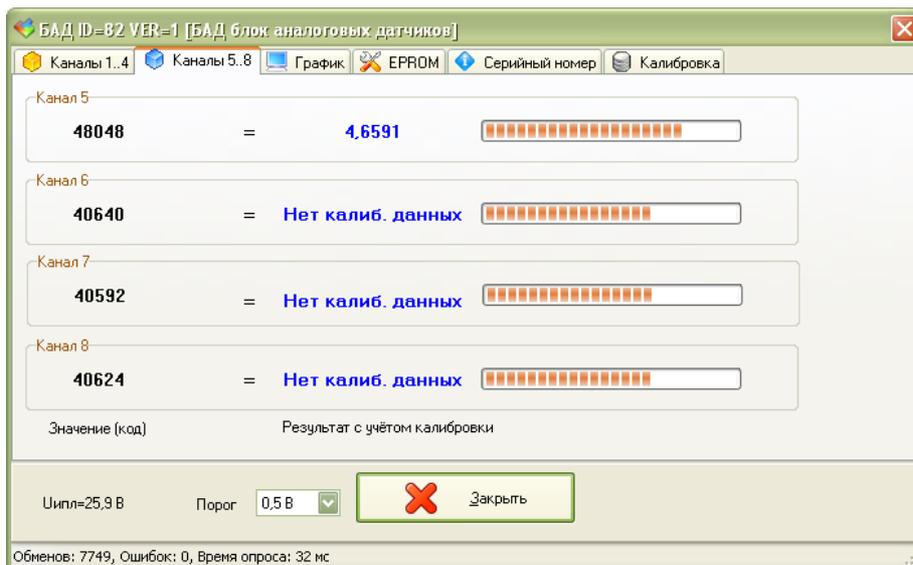

Рисунок 17 - Показания канала измерения напряжения
3) На соответствующий вход измерительного канала СН4-СН8 (разъем Х3) проверяемого блока вместо первичного преобразователя, соблюдая полярность, последовательно подать постоянное электрическое напряжение от калибратора напряжения, соответствующее проверяемым точкам: -9,000 В; 0,000 В; +9,000 В. Зафиксировать для каждой проверяемой точки соответствующего канала измеренное блоком БАД-8 установившееся значение напряжения по показаниям программы RASOS на мониторе ПЭВМ на вкладке «Каналы 5...8» (рисунок 17).